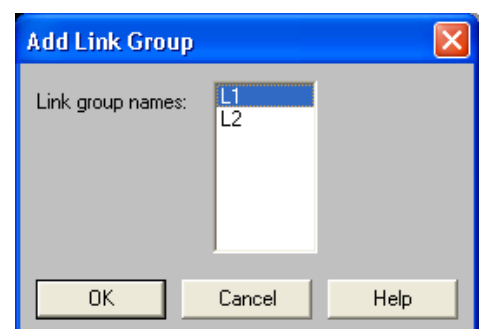

ABBILDUNG 3-5: Dialogfeld "Add to Link Group" (Zur Verknüpfungsgruppe hinzufügen)
3. Das Dialogfeld "Add to Link group" (Zur Verknüpfungsgruppe hinzufügen) wird eingeblendet (siehe Abb. 3-5). Dort werden nur die Verknüpfungsgruppen aufgelistet, die gleiche Prozessoren wie der gewählte Block enthalten.